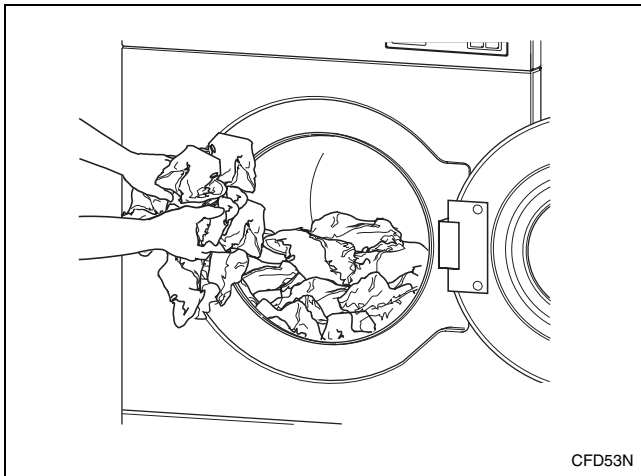

Figura 8
3. Cargue según la capacidad siempre que sea posible. **NO LA SOBRECARGUE.** Consulte la *Figura 8*.